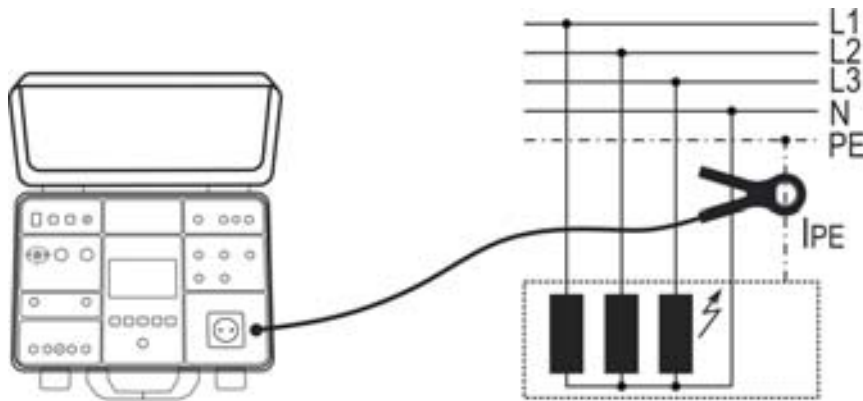

Fig. 72: Connexion de la pince de courant dans la mesure ILEAK
7. Connecter la pince de courant au câblage sous test comme il est montré dans la Fig. 72